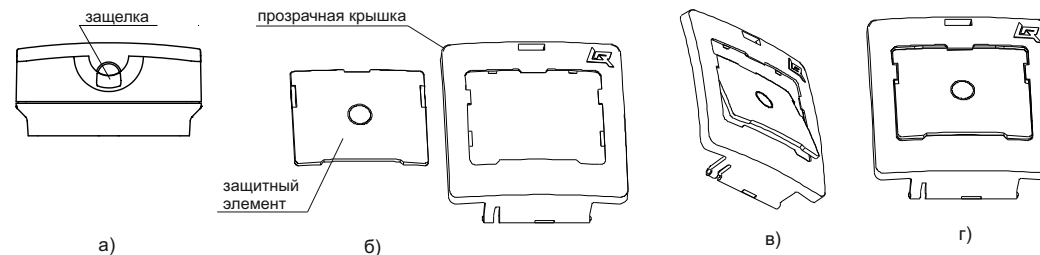

Рисунок 4
6.15 Для того, чтобы вставить защитный элемент необходимо открыть прозрачную крышку, поддев защелку в верхней части корпуса острым предметом (Рисунок 4 а). Далее прозрачная крышка показана отдельно от корпуса (снимать крышку с корпуса УДП не следует). Защитный элемент в положении, показанном на рисунке 4 б, ввести верхней кромкой в середину выреза прозрачной крышки (Рисунок 4 в) и, повернув, совмещая плоскости, защелкнуть нажатием на кромки защитного элемента (Рисунок 4 г).